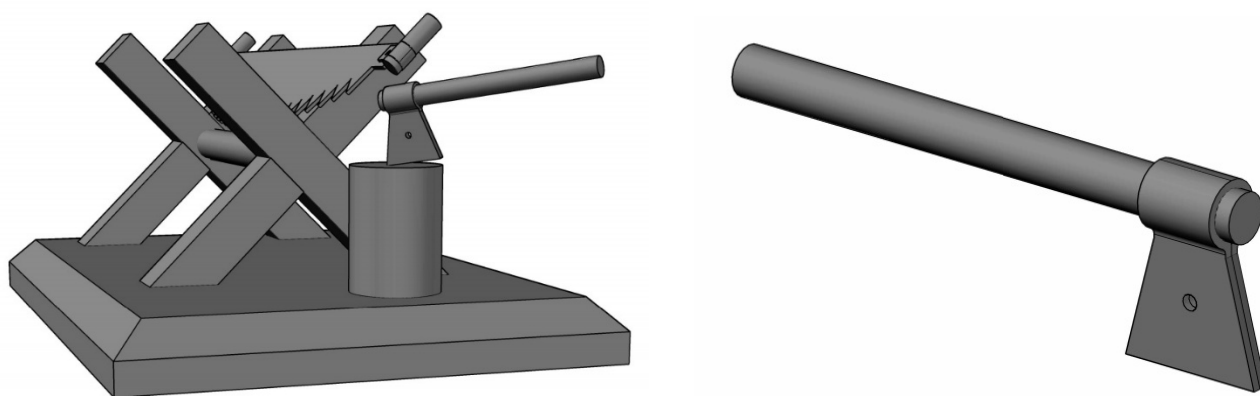
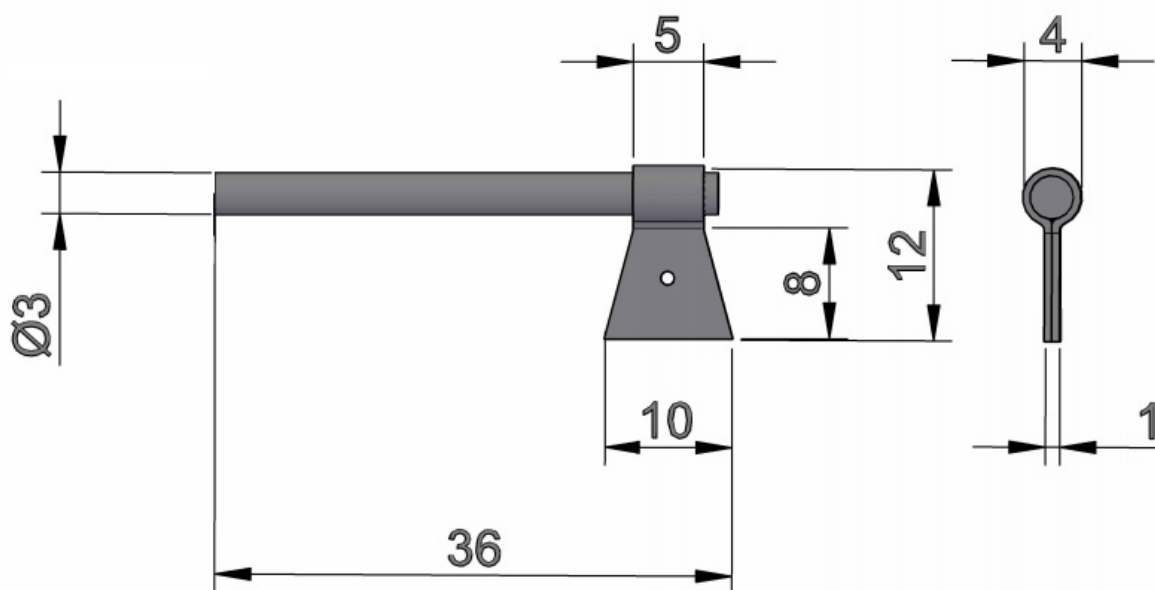

Рис. 1
Рис. 2
**Формулировка задания:** на основе представленного образца изделия «столярные козлы» рис. 1 и эскиза топора рис. 2, разработайте технологическую карту по его изготовлению в соответствии с требованиями, сформулированными в технических условиях.
1. По данному образцу (Рис. 1) и эскизу (Рис. 2) разработайте технологическую карту (Таблица 1) для изготовления топора.